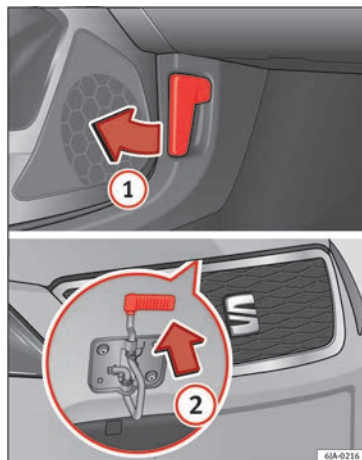

Fig. 203 Desbloqueo del capó del motor.
- Tire de la palanca (1) » fig. 203 que se encuentra bajo el tablero de instrumentos en el sentido que indica la flecha.
- Tire de la palanca de seguridad en la dirección de la flecha (2) » fig. 203, el capó se desbloquea.